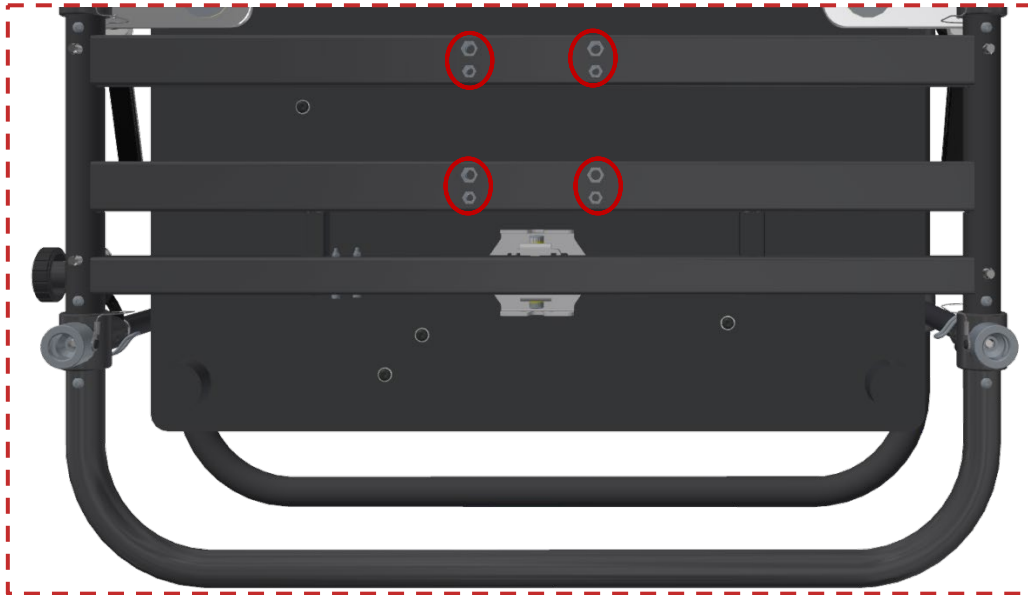

Abbildung 23 Kontrolle der Montagegewinde an der Unterseite
- Vor und nach jeder Installation müssen die **M6- und M8-Montagelöcher** (siehe rote Markierung in Abbildung 23) sorgfältig überprüft werden, da sie während der Installation des Aufhängezubehörs beschädigt werden können.